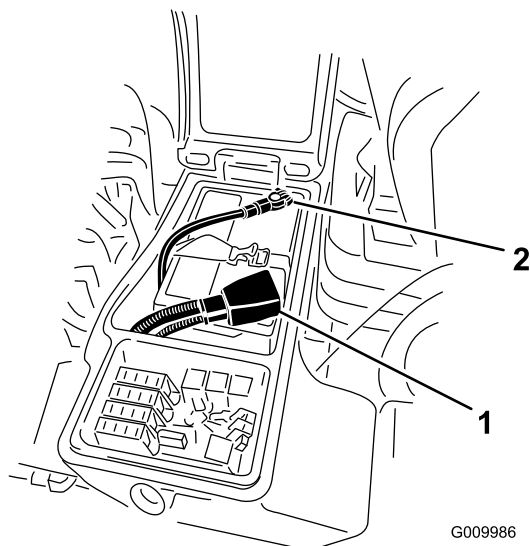

図 76
- バッテリーのマイナス-端子からマイナスケーブル黒を外し、次に、プラス+端子からプラスケーブル赤を外す 図 76。
6. 赤いケーブルをバッテリーの端子に、黒いケーブルはバッテリーの端子に固定する 図 76